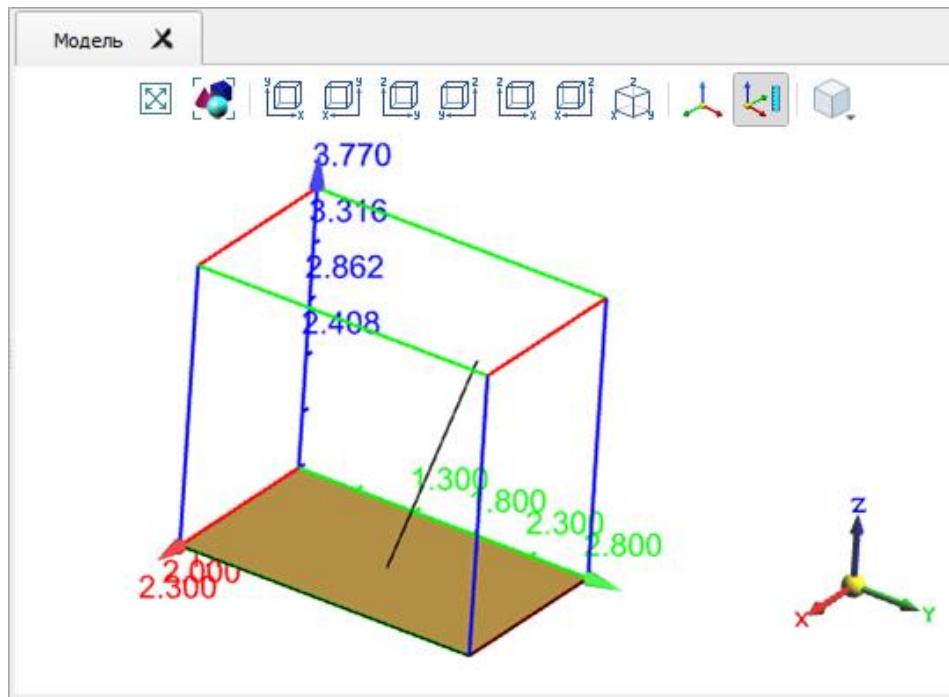

Рис. 139
16.3.1. Для наглядного представления объектов расчетной модели служит окно визуализации данных «Модель». Окно показано на рис. 139.